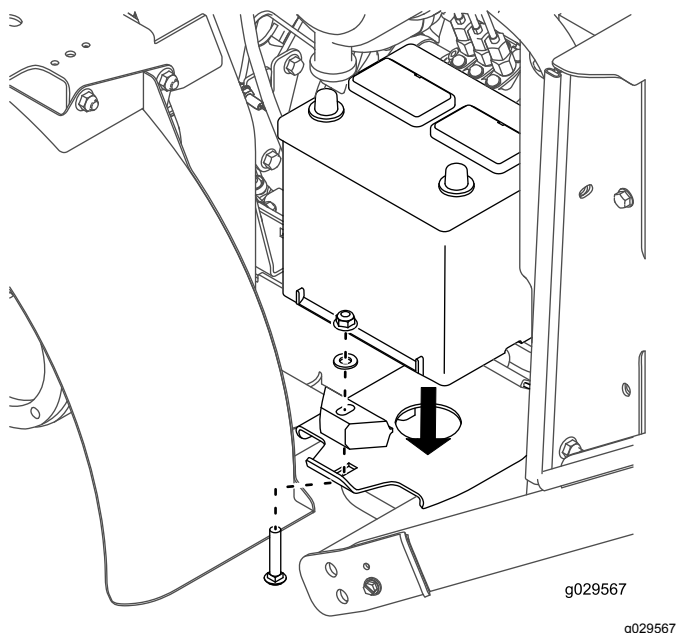

Figura 40
- Monte provisionalmente la batería en la bandeja de la batería con el perno de cuello cuadrado, la pletina de sujeción, la arandela y la tuerca que retiró anteriormente (Figura 40).